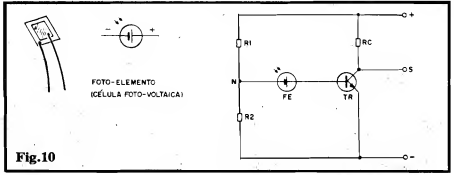

Fig. 10
por grandes superfícies "forradas" de FOTO-ELEMENTOS, que transformam a luz solar incidente em vários watts "elétricos", utilizados na alimentação dos complexos circuitos eletrônicos existentes "dentro" dos ditos satélites! Em termos práticos e objetivos, tais foto-sensores não são de aquisição tão fácil como os LDRs ou FOTO-TRANSISTORES (apenas algumas Lojas, das cidades maiores, têm tal componente para venda...). Entretanto, existem "fontes" onde o Leitor/Hobbysta poderá "garfar" um (ou vários...) foto-elemento, para experiências: as calculadoras do tipo "solar", ou seja, energizadas pela luz, que campeiam por aí... Se uma delas se inutilizar, por qualquer motivo, geralmente poderão ser perfeitamente "aproveitados" os foto-elementos, quase sempre dispostos numa linha de pequenos quadrádjinhos ou retângulos, logo acima do display das referidas calculadoras! Basta remover (com cuidado) as células, e utilizá-las (para aprender, experimentar e "fugar"...). Devido à baixa (relativa) energia gerada por tais elementos, sua utilização prática deverá requerer uma forma de "ampliar" suas manifestações... O arranjo mostrado em esquema na fig. 10 dá uma idéia típica de como podemos reforçar os sinais oferecidos por um foto-elemento... Os valores de R1 e R2 deverão ser dimensionados - num exemplo prático - de modo a promover, no ponto N, uma pequena Tensão que, "somada" à gerada pelo FE, possa convenientemente excitar a base de TR, na presença da intensidade de LUZ que se deseje detectar... O "resto" fica por conta da função intrínseca de TR,
- FIG. 10 - OS FOTO-ELEMENTOS - Além dos LDRs e dos FOTO-TRANSISTORES, temos ainda, entre os foto-sensores mais utilizados, modernamente, o chamado FOTO-ELEMENTO (tem outros "nomes", como "célula foto-voltaica" ou "foto-geradora",